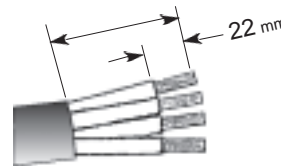

Fig. 1
- Dénuder le câble de sa gaine et les conducteurs de leur isolant tel qu'illustré à la figure 1 ci-dessous. **NE PAS ÉTAMER LES CONDUCTEURS.**